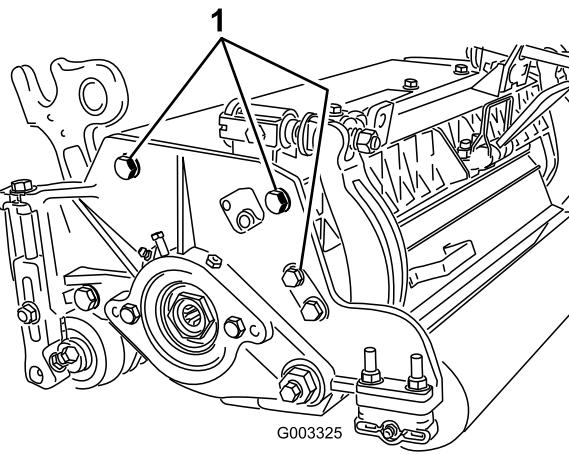

**Figura 18**
1. Regolate le staffe del rullo posteriore (Figura 18) in base all'altezza di taglio desiderata posizionando il numero di distanziali necessari sotto la flangia di montaggio della piastra laterale (Figura 18) conformemente alla tabella delle altezze di taglio.